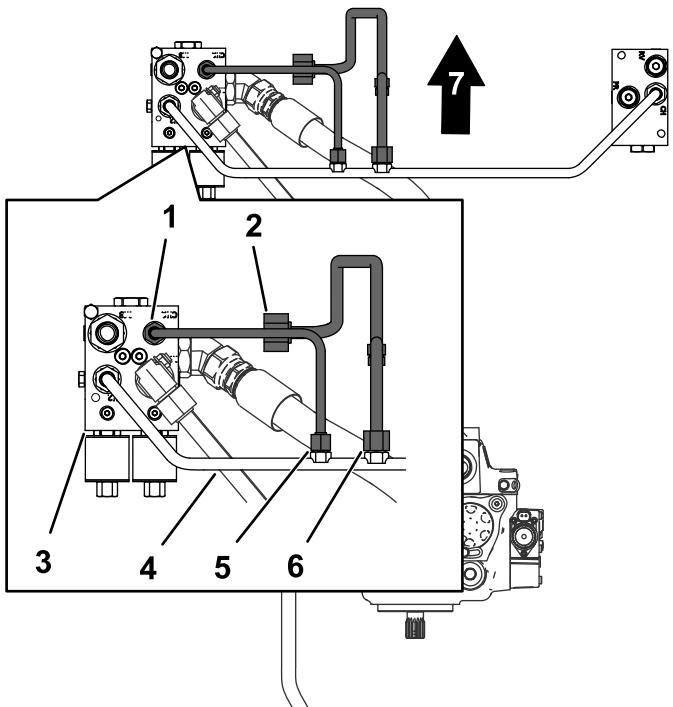

Рисунок 10
- Подготовьте трубку гидравлического фильтра, сохраненную после выполнения действий, описанных в разделе Демонтаж поперечной трубы \(страница 4\). Совместите гайку трубы гидравлического фильтра со штуцером поперечной трубы коллектора, как показано на Рисунок 10.
3. Совместите гайки трубы делителя со штуцерами поперечной трубы коллектора и коллектора делителя потока (Рисунок 10).